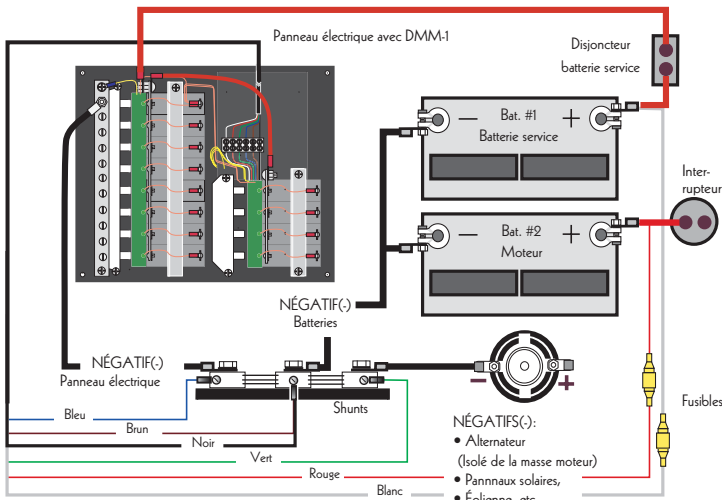
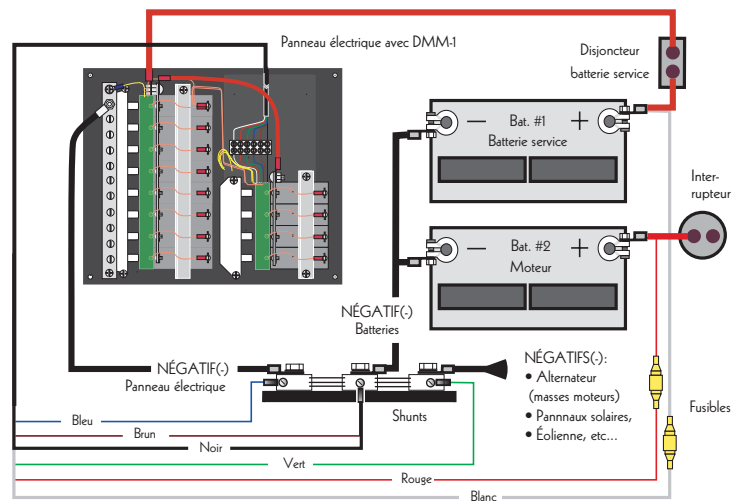
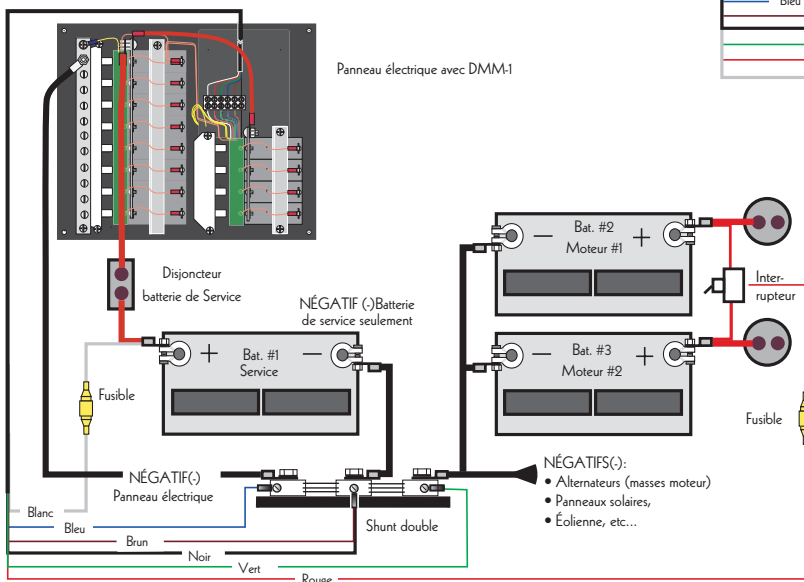

Figure 5: Installation avec Négatif(-) de l'alternateur isolé de la masse
Figure 6: Installation avec Négatif(-) de l'alternateur relié à la masse des moteurs de moins de 4 cylindres
Figure 7: Installation avec Négatif(-) de l'alternateur relié à la masse des moteurs de 4 cylindres et plus
NOTES IMPORTANTES: Sur certains bateaux et la plupart des véhicules récréatifs, la borne NÉGATIVE (-) de l'alternateur est reliée à la masse du moteur principal, il en va de même pour le démarreur. Si tel est le cas et que vous avez un moteur de plus de 4 cylindres, ayant un courant de démarrage soutenu supérieur à 200 A., vous pouvez endommager les shunts et empêcher le moteur de démarrer. Il est donc important d'avoir, dans ce cas, une sortie de courant électrique négative séparée sur l'alternateur (voir Figure 5) ou de ne relier que la (les) batterie (s) à décharge profonde aux shunts (voir Figure 7). Les batteries à décharge profonde ne seront pas utilisées pour le démarrage dans ce cas.
La figure 5 illustre une situation idéale avec un alternateur dont la sortie négative est isolée de la masse.
La figure 6 illustre le cas d'un alternateur dont le négatif est relié à la masse du moteur de moins de 4 cylindres, les étapes suivantes seront effectuées de la même façon sauf que l'on peut relier la masse du moteur au shunt de charge et ce seulement pour les moteurs de moins de 4 cylindres (voir Figure 6).
La figure 7 illustre le cas d'un alternateur ou des alternateurs dont le (s) négatif (s) est (sont) relié (s) à la masse du (des) moteur (s) de 4 cylindres et plus, sur un bateau à moteur ou véhicule récréatif, les étapes suivantes sont effectuées de la même façon, sauf que le câble de la masse du (des) moteur est relié au shunt de charge et ensuite aux banques de batteries à décharge profonde seulement (voir Figure 7).
Les shunts viennent donc s'insérer en série avec le câblage électrique négatif des appareils de charge des batteries ou du panneau de distribution en courant continu. (voir figures 5, 6 ou 7).
- Il est possible que vous ayez des retours de courant par le VHF et son antenne, reliée à la masse du moteur, en passant par le mat du voilier et la quille, par exemple. Il est donc fortement suggéré d'avoir une sortie de courant électrique NÉGATIVE(-) bien isolée de la masse, sur l'alternateur, pour mesurer le courant de charge et de décharge séparément sur 2 shunts(selon la figure 5) ou faire le câblage selon les figures 6 ou 7 et d'isoler la masse du(des) moteur(s) de la quille, du mat et tout les équipements qui déchargent les batteries.